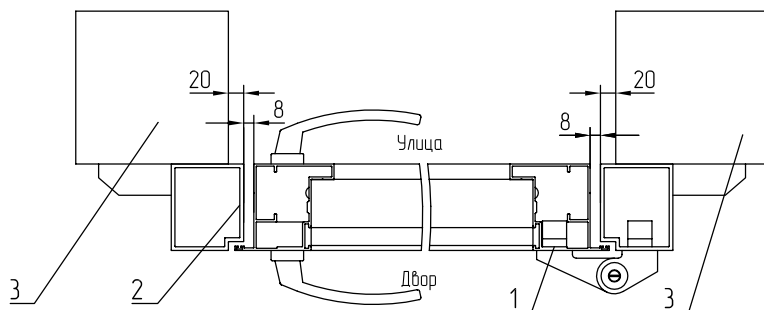

Рис. 44. Калитка (накладной тип монтажа, вид открывания внутрь, направление открывания вправо):
- накладной монтаж, открывание внутрь (рис. 44).